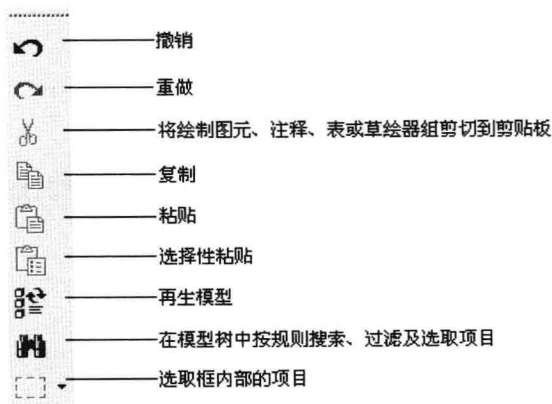

图 1-15
- “编辑”工具栏:该工具栏中的功能按钮可以对建立的特征进行编辑管理,如图 1-15 所示。